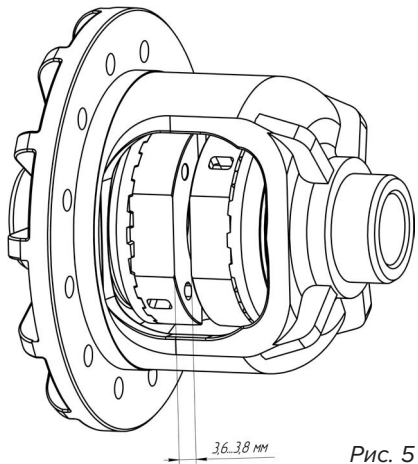

Рис. 5
16. Используя набор плоских щупов, измерьте зазор между муфтами как показано на Рис. 5. Зазор должен составлять от 3,6 до 3,8 мм.